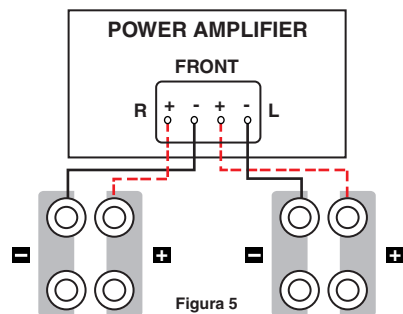

Figura 5
**Nota:** Para que el rendimiento sea correcto, el cable de la terminal roja (+) del altavoz debe ir conectado a la terminal roja (+) del amplificador o receptor. Igualmente, el cable de la terminal negra (-) del altavoz debe ir conectado a la terminal negra (-) del amplificador o receptor (Figura 5).